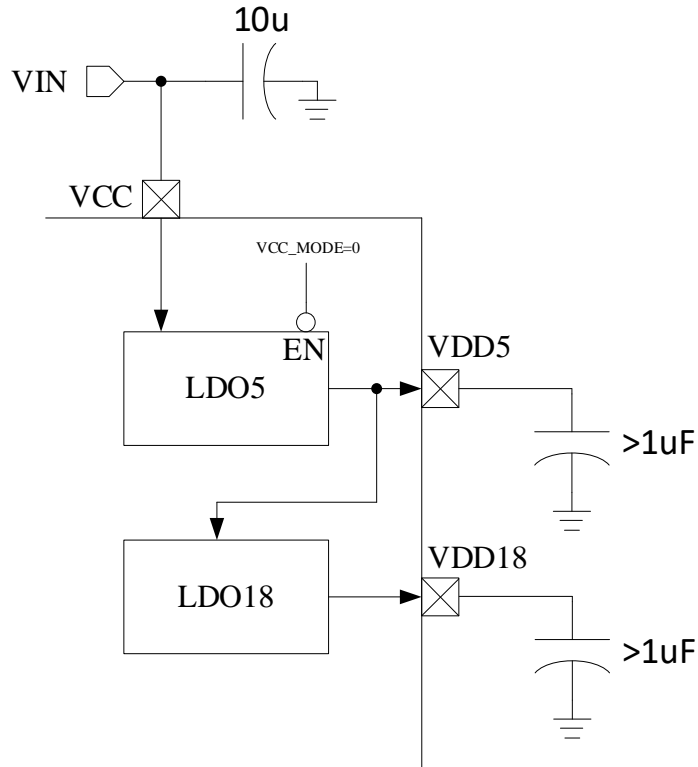

图 30-3 单电源高压模式电源连接
- 单电源高压模式( $VCC\_MODE=0$ )。  $VCC=5\sim 28V$ 。参考图 30-3。